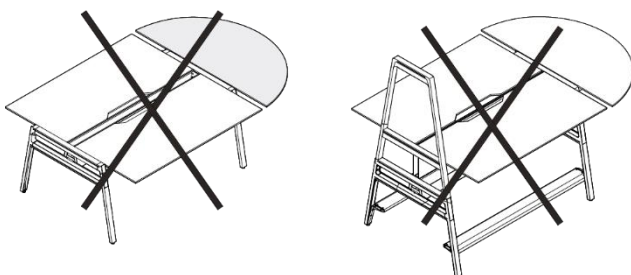

Figura 11 Plancha adicional semiredonda, montaje no admisible
- Puesto doble de trabajo libre, altura de asiento, sólo una plancha adicional (véase Figura 11, izquierda). Motivo: **inestabilidad**
- Puesto doble de trabajo libre, altura libre (véase Figura 11, derecha). Motivo: la plancha adicional excede en cada lado por aprox. 5 cm sobre el borde de las dos planchas del escritorio. **Peligro de golpe**